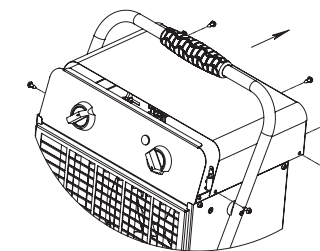

Рис. 4. Схема снятия крышки для подключения
- Отверните саморезы, снимите крышку тепловентилятора см. схему рис. 4